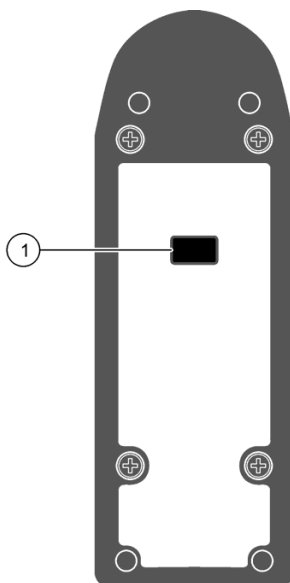

Figure 6 Compteur MP - vue de dessous
L'ensemble accessoire MP-Dock (HMPDOCK) permet à l'utilisateur de télécharger les données de tests stockées vers un PC ou une feuille de calcul électronique. L'appareil MP-Dock est alimenté par l'intermédiaire du port USB, et ne nécessite aucune source d'alimentation externe. Les données sont transférées via le port de données infrarouge (IR) à la base du compteur MP (Figure 6) vers le MP-Dock, puis vers le PC.